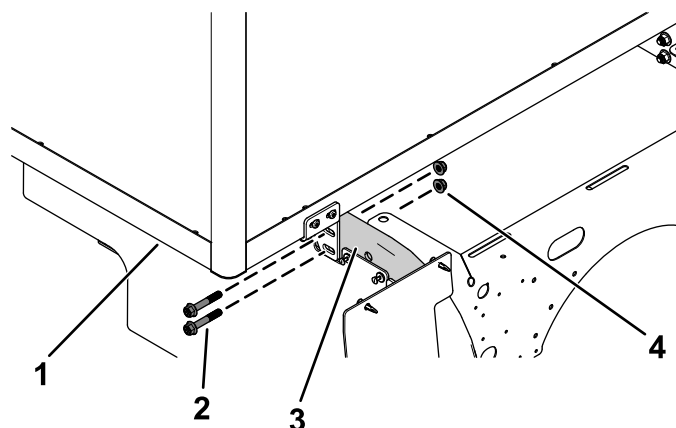

図 7
1. ユーティリティバン ボックスの前部をフレームチューブの前部に固定する先ほど外したフランジヘッドボルト¾" x 2½"2本とフランジナット¾"2個を左右それぞれの側に使用する図 7。